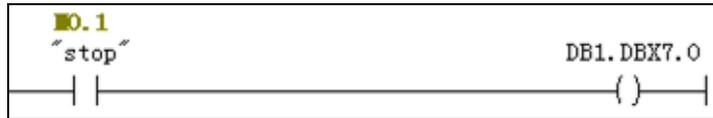
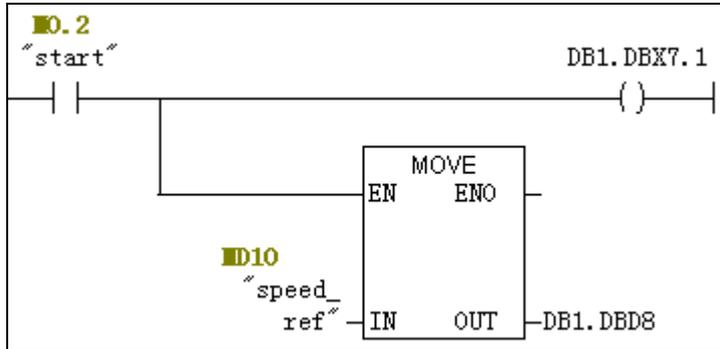

图 3-22 “停止位”程序
图 3-23 速度给定程序
(4) 编写控制变频器的程序。在变量表中创建的控制变量标签如图 3-21 所示；LAD 程序中的映射关系如表 3-3 所示；具体程序编写如图 3-22 和图 3-23 所示，以“停止位”和速度给定为例。